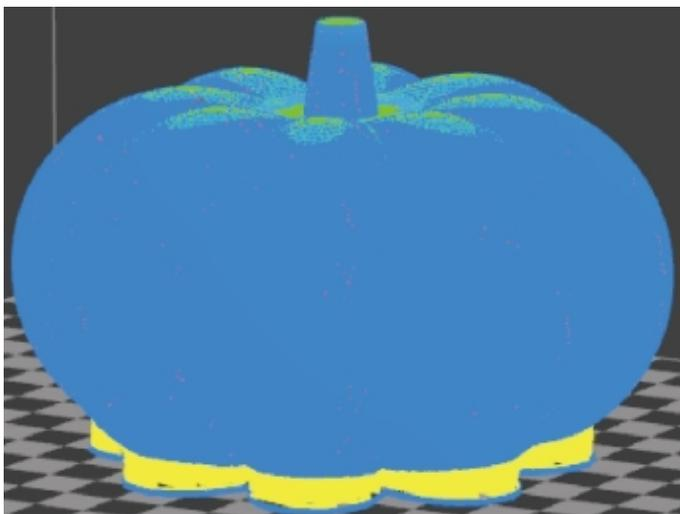

图7-3-23 打印预览
②按本项目任务一的参数设置打印参数。
③打印预览。其中蓝色部分为模型实体部分，黄色部分为支撑部分，如图7-3-23所示。